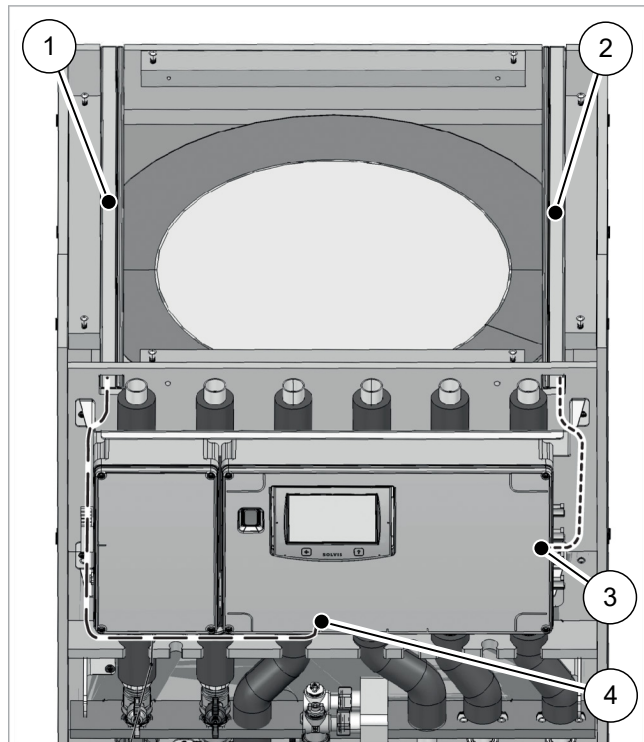

Fig. 26: Percorso dei cavi sotto il coperchio
2. Far passare i cavi sotto tensione attraverso il canale di cablaggio sinistro (vedere → fig. 26 (1)) nella zona del coperchio.
5. Far passare i cavi dei sensori, quelli a bassa tensione e quelli Modbus attraverso il canale per cavi destro (vedi → fig. 26 (2)).